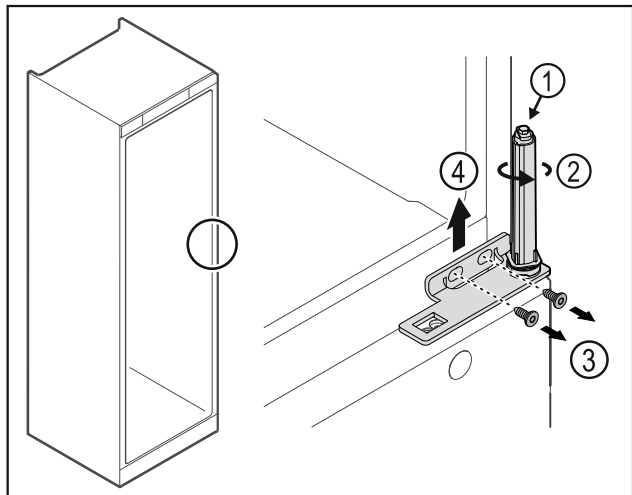

Fig. 26
- ▶ Не разбирайте систему закрытия двери Fig. 26 (1).
- ▶ Поворачивайте систему закрытия Fig. 26 (2) до щелчка.
- ▶ Открутите винты Fig. 26 (3), снимите шарнирные уголки движением вверх Fig. 26 (4).